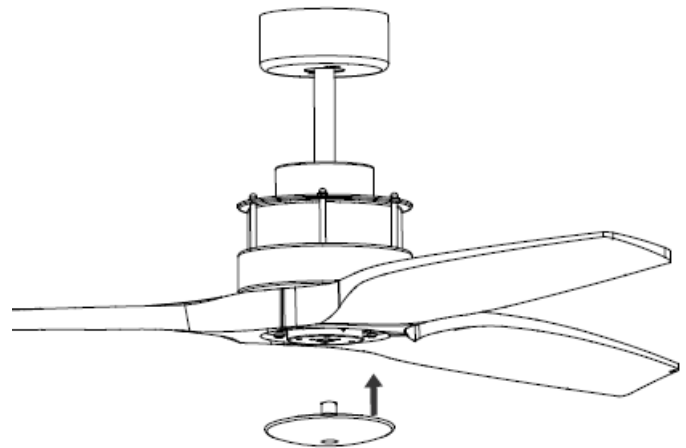

Figura 9
- Para finalizar, instale la cubierta inferior a la carcasa del kit de iluminación girándolo en sentido horario. Figura 9